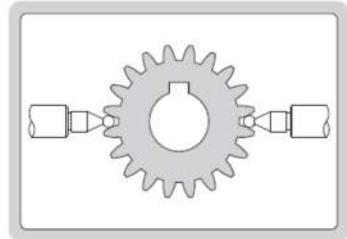

рис.1
- Вставьте гаечный ключ в маленькое отверстие втулки (рис.1) и слегка поворачивайте втулку до тех пор, пока нулевая отметка наконечника не совместится с отметкой втулки (рис.2), чтобы завершить калибровку.